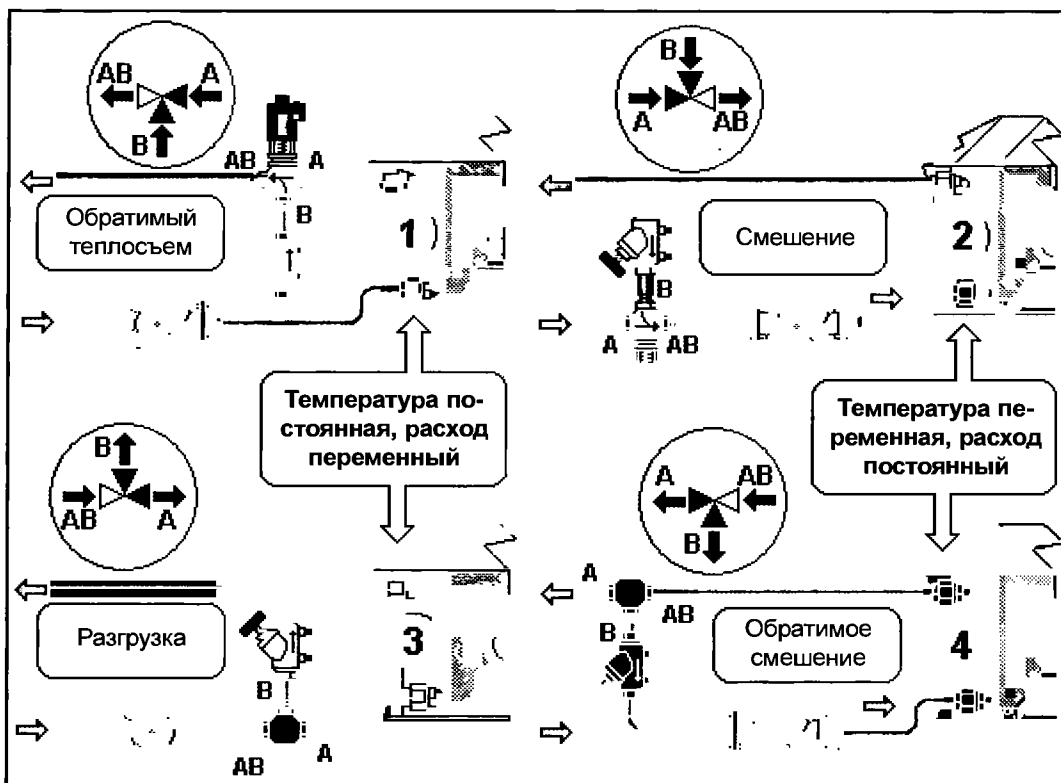

Рис. 98.34.
Подведем итог рассмотрению различных вариантов монтажа (см. рис. 98.34).
▶ Если за клапаном, то есть между клапаном и батареей, значит это вариант монтажа, обеспечивающий постоянный расход воды через батарею и переменную температуру воды (схемы 2 или 4 на рис. 98.34). В этом случае патрубок АВ подключен к батарее (либо напрямую, либо через насос). Для клапана с тарельчатым запорным элементом ледяная вода подается к патрубку А, для клапана с дисковым запорным элементом из патрубка А выходит теплая вода, которая подается в испаритель.
▶ Если перед клапаном, то есть между клапаном и испарителем, значит это вариант монтажа, обеспечивающий переменный расход воды через батарею и постоянную температуру воды (схемы 1 или 3 на рис. 98.34). В этом случае патрубок АВ подключен к испарителю (либо напрямую, либо через насос). Для клапана с дисковым запорным элементом, к патрубку АВ подается ледяная вода из испарителя, а для клапана с тарельчатым запорным элементом – из патрубка АВ выходит теплая вода, которая подается в испаритель.